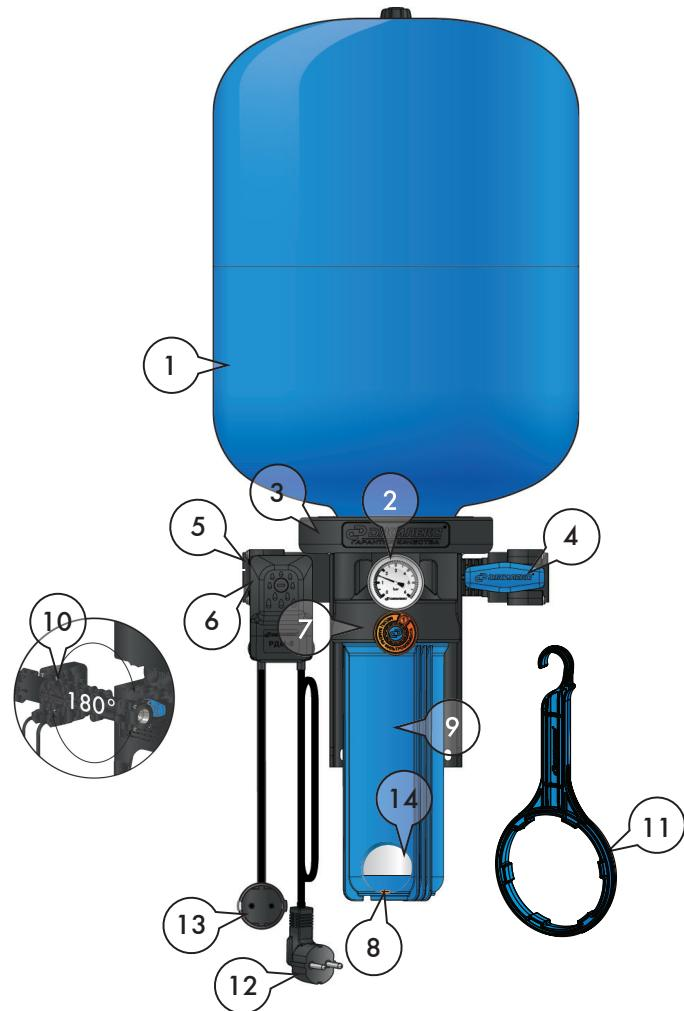

Рисунок 3
КРАБ-Т (рисунок 3) содержит стационарно закрепляемый на опорной поверхности (стене) корпус (3), являющийся базой, к нему присоединяются:
- гидроаккумулятор (1) с наружной резьбой на фланце. Он навинчивается сверху на корпус, содержащий ответное резьбовое отверстие, уплотняется торцевым или радиальным эластичным уплотнителем;
- пластмассовая колба (9) размером SLIMLINE 10" (в моделях КРАБ-Т 10, 18, 24, 50\*) с фильтрующим картриджем\*\* (14) или пластмассовая колба (9) BIG BLUE 20" (в модели КРАБ-Т 100) со сливной пробкой (8). Колба картриджного фильтра имеет наружную резьбу и навинчивается снизу на корпус, содержащий ответное резьбовое отверстие, уплотняется торцевым или радиальным эластичным уплотнителем. В нижней части колбы расположена сливная пробка, уплотняемая эластичным уплотнителем. Для монтажа/демонтажа колбы к комплекту прилагается ключ (11);
- манометр (2);
- устройство индикации месяца замены фильтрующего картриджа (7);
- съемный коллектор (10), который содержит встроенный шаровой кран (4) с резьбовым патрубком на выходе, обратный клапан с резьбовым патрубком на входе (5), присоединительный штуцер для реле давления. Коллектор содержит 3 цилиндрических патрубка и вставляется в ответные отверстия корпуса с возможностью обеспечить подачу воды слева направо или справа налево, уплотняется эластичным уплотнителем, фиксируется на корпусе винтами;
- реле давления РДМ – 5 (6).